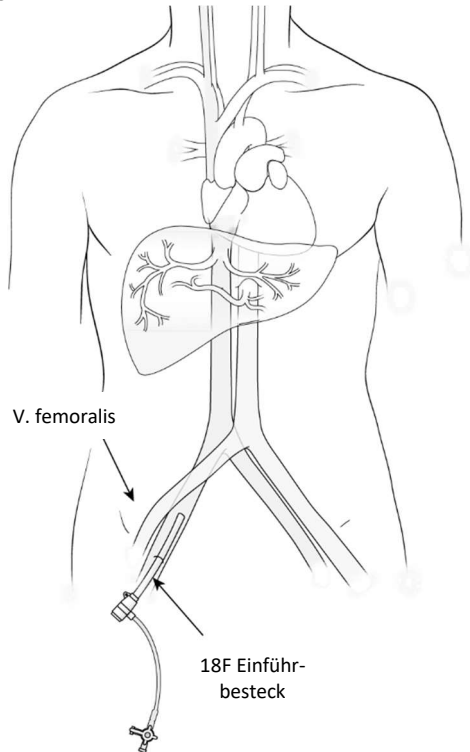

Abbildung 24
- (a) Führen Sie nach schrittweiser Erweiterung des Zugangs mithilfe des 9F und des 13F Dilatators die 18F Einführschleuse unter Anwendung der Seldinger-Technik sowie fluoroskopischer und angiographischer Standardmethoden in die V. femoralis ein. Die Venenschleuse kann entweder ipsilateral oder contralateral zur Platzierung der 5F Femoralarterien- oder Venenschleuse platziert werden, siehe Abbildung 24. Spülen Sie die Schleuse mit steriler heparinierter normaler Kochsalzlösung. Sonographische Kontrolle und eine einzelne Punktion der anterioren Wand der V. femoralis über dem Femurkopf sind erforderlich, um eine Komprimierbarkeit der Vene beim Entfernen der Schleuse sicherzustellen. Bei einer versehentlichen suprainguinalen Punktion muss der Eingriff abgebrochen und auf ein späteres Datum verschoben werden.